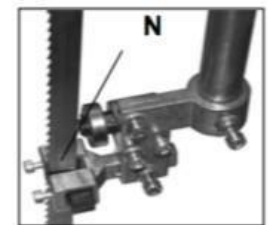

Figure 8
Pour monter une nouvelle lame, commencez par placer la partie supérieure de la lame sur la roue motrice supérieure, les dents orientées vers le bas et vers vous. Ce faisant, insérez la lame dans la fente située sur le corps du guide supérieur (N). (Figure 8)